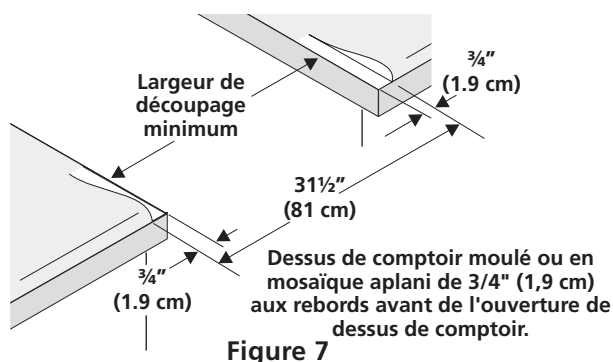

Figure 7
- Les dessus de comptoir au **rebord avant moulé** doivent être aplanis de 3/4" (1,9 cm) à chaque coin avant de l'ouverture (Figure 7).
- Il est possible qu'il soit nécessaire d'araser de 3/4" (1,9 cm) les dessus de **comptoir en mosaïque** à chaque coin avant et/ou d'aplanir le rebord arrondi (Figure 7).